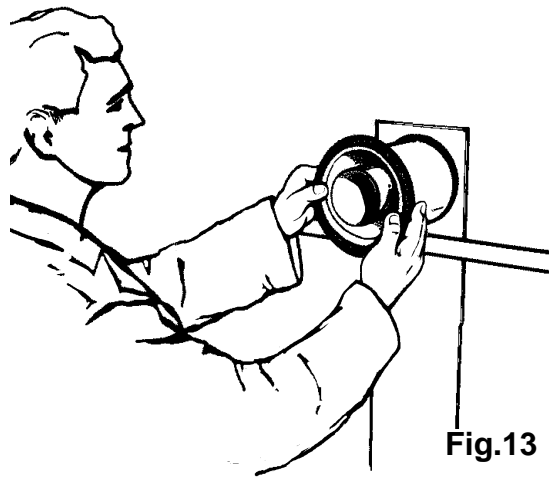
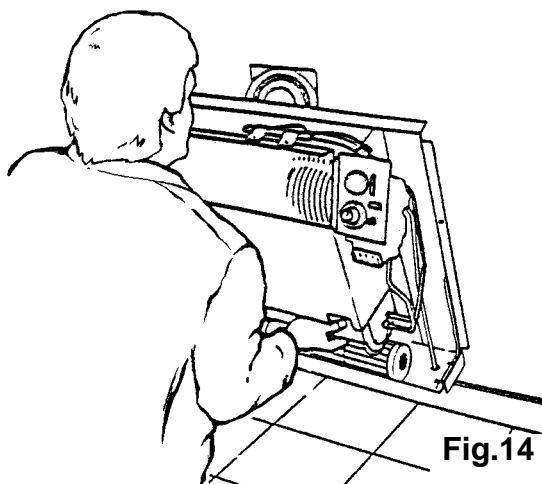
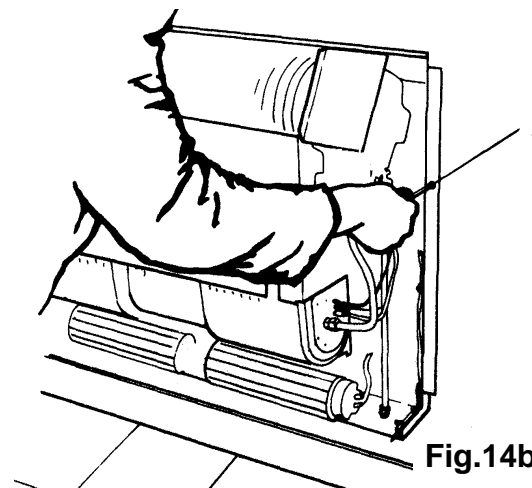

Fig.13
Fig.14
Fig.14b
4.9 Adesso è giunto il momento di collocare il radiatore sulla parete. Togliere il mantello dall'imballaggio. Estrarre il corpo radiatore, ed appoggiare la parte inferiore dello stesso, alla parte della mascherina fissata sul muro. Accostarlo alla stessa facendo imboccare il tronchetto di scarico dello scambiatore al tubo centrale della tubazione a muro. Contemporaneamente serrare il tubo con le due viti fissate alla staffa (la guarnizione montata sulla flangia della tubazione deve risultare completamente schiacciata contro la camera di fondo del radiatore (in caso contrario il circuito non sarebbe più a tenuta stagna, causando ovviamente situazioni di pericolo o malfunzionamento) (Fig. 13, Fig. 14 e Fig. 14b).